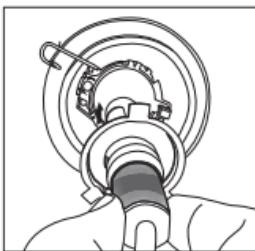

Figura-4
- 5.4 Fixe a lâmpada LED4 na baioneta da luminária, conforme indicado na figura 4.